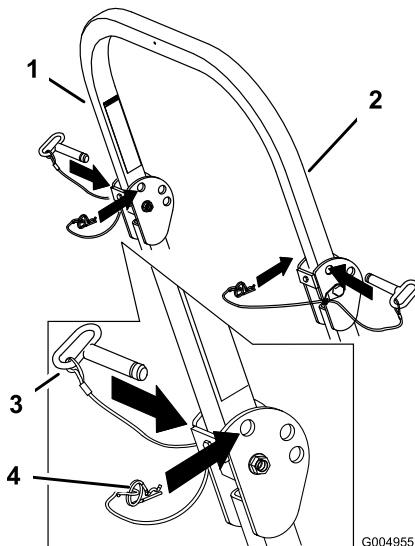

Figura 7
1. Rimuovete le coppiglie e togliete le due spine (Figura 7).
3. Inserite le due spine e fissatele con le coppiglie (Figura 7).
4. Per alzare il roll bar rimuovete le coppiglie e togliete le due spine (Figura 7).
5. Alzate il roll bar in verticale, inserite le due spine e fissatele con le coppiglie (Figura 7).